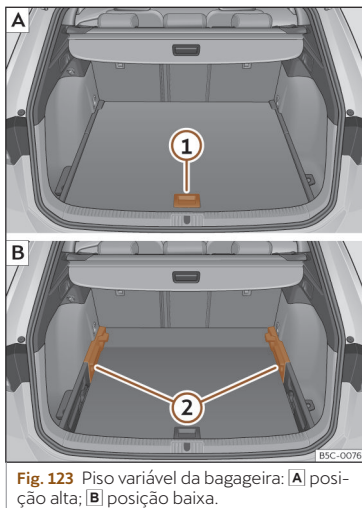

Fig. 123 Piso variável da bagageira: [A] posição alta; [B] posição baixa.
- Para passar da posição baixa para a alta, levante o piso pela pega»» **Fig. 123 ①**, puxe-o para trás até que a parte dianteira do piso baixe totalmente os suportes»» **Fig. 123 ②**.
- Desloque o piso sobre estes para a frente até que chegue ao limite no encosto dos bancos traseiros e, de seguida, baixe o piso com a peça **①**.
- Para passar da posição alta para a baixa, levante o piso pela pega»» **Fig. 123 ①**, puxe-o para trás até que a parte dianteira do piso baixe totalmente os suportes»» **Fig. 123 ②**.
- Deixe cair a parte anterior contra o piso e empurre o piso para a frente até que atinja o limite no encosto dos bancos traseiros, baixando ao mesmo tempo o piso com a pega **①**.
- Com o piso variável na posição alta, levante pela pega»» **Fig. 123 ①**, puxe-o e empurre para o encosto dos bancos traseiros até que o piso dobre pela linha da dobradiça e a parte móvel do piso assente sobre o mesmo.